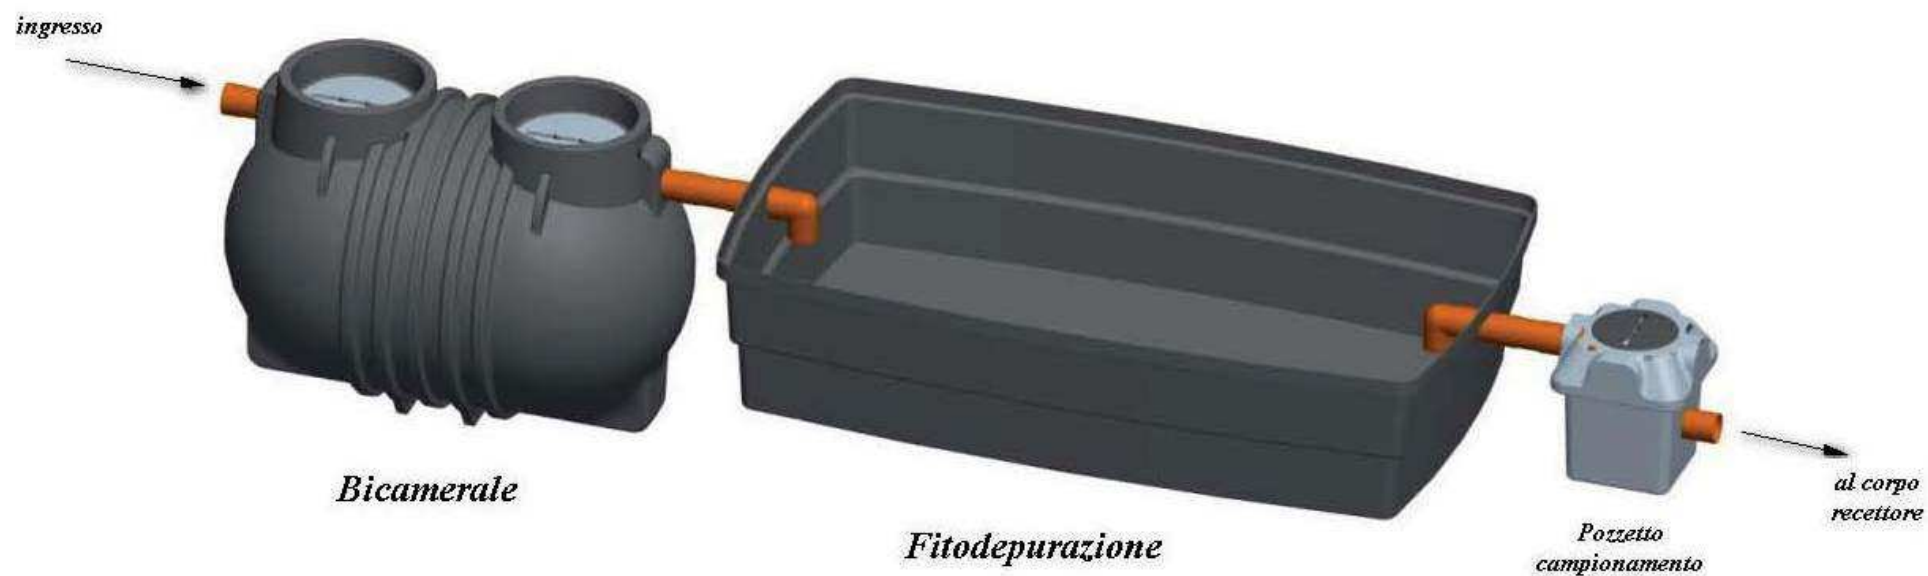

Fig.1 – Esempio tipico d'installazione
- Installare la bicamerale come indicato dallo schema d'installazione allegato (Fig.1) seguendo le modalità di interro (Par.10)